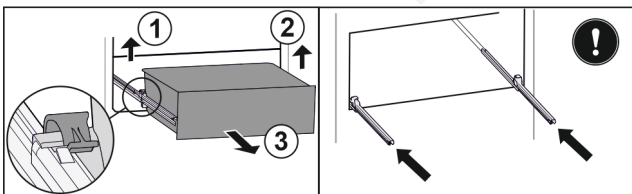

Fig. 96
- ▶ Emelje fel a bal oldali kapcsot, és ezzel egyszerre húzza előre a fiók bal oldalát. Fig. 96 (1)
- ▶ Emelje fel a jobb oldali kapcsot, és ezzel egyszerre húzza előre a fiók jobb oldalát. Fig. 96 (2)
- ▶ Vegye ki a fiókot előre felé. Fig. 96 (3)